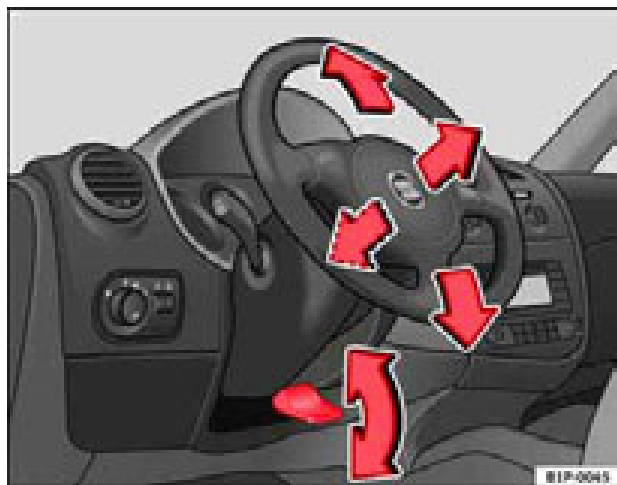

Fig. 110 Ajuste de la posición del volante
- Tire hacia abajo de la palanca ⇒ **fig. 110** situada debajo de la columna de dirección ⇒ ⚠.